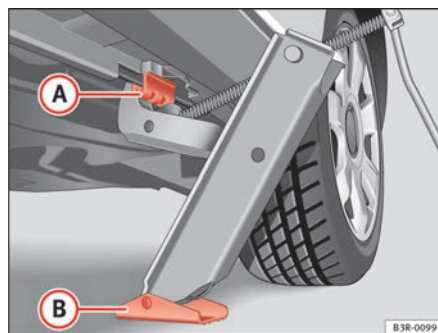

Fig. 180 Cambio de rueda: Gato
- Posicione el gato de modo que su garra envuelva el nervio del larguero inferior ⇒ fig. 180 **A** y que la placa base móvil **B** se apoye plana sobre el suelo.